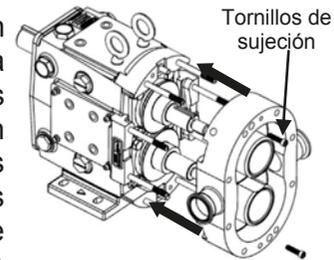

Figura 51: Instalación de carcasa
1) Asegúrese de que todos los componentes del sello estén instalados de acuerdo a las instrucciones de la página 26. Vea que todos los pernos dowel estén colocados y que todas las partes incluyendo carcasa, rotores y tuercas de rotor están limpias. Lentamente deslice la carcasa sobre los pernos y flechas de la caja sin mover ni dañar los sellos (figura 51). Instale los tornillos de sujeción y apriete la carcasa contra la caja de engranes para que los pernos dowel estén en posición. Gire las flechas para verificar que no haya interferencia entre los sellos.